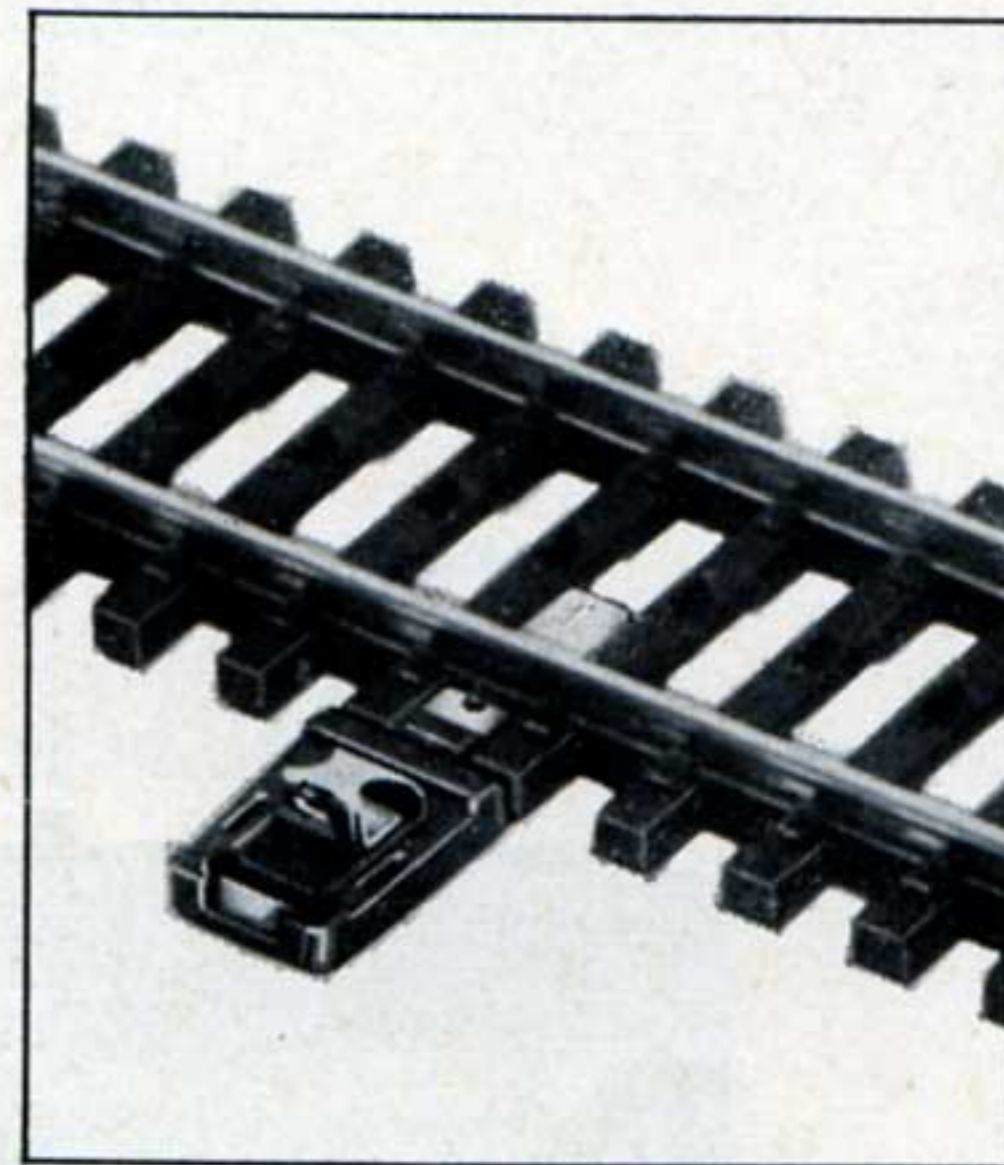

Fig. 37 Prise de masse 7500 ►
**Le courant lumière** est amené au signal à partir de la prise jaune du transformateur par un câble jaune, une plaque de dérivation et le câble jaune, joint au signal. Ce dernier est à brancher à la prise jaune du signal, tout comme le courant de commande. Suivant l'indication du signal, le courant est amené à l'ampoule rouge, orange ou verte. Le retour du courant est assuré par la plaque de masse commune, le câble brun et la prise brune du moteur. Si le moteur du signal est fixé à la voie par l'intermédiaire d'une plaque de base, celle-ci assure le retour du courant à la masse du réseau, puis par le câble brun de l'élément prise de courant au transformateur. Si par contre le moteur du signal est implanté séparément, il faut assurer le retour du courant par un câble brun spécial, qui relie la prise brune du moteur du signal à la prise brune du transformateur ou à la masse du réseau par l'intermédiaire d'une prise de masse 7500 (fig. 37). Ce courant lumière provoque l'allumage des ampoules du signal.